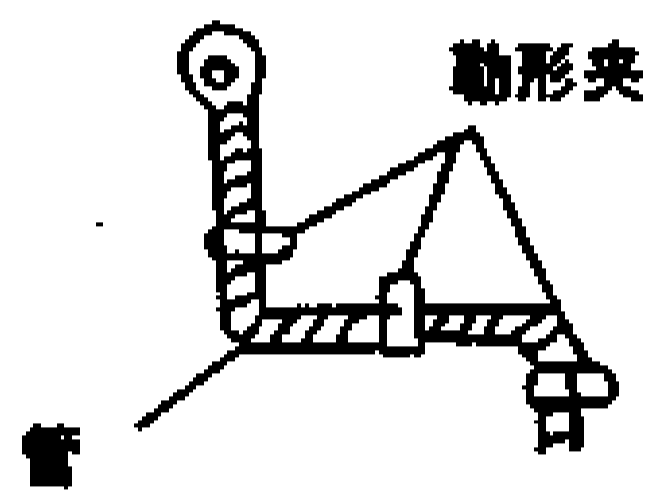

图 14-2-22
(2) 用乙烯基胶带将连接导线和信号线 (信号线只有 KFR 系列和 KFRD 系列使用) 扎好于连接管上。
(3) 在转变处用乙烯基胶带连接导线与连接管一起包好。
(4) 用装饰带包好连接管后, 如图 14-2-22 所示, 用鞍形夹将其固定在室外侧墙上。